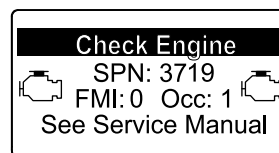

Рисунок 56
- Предупреждение о двигателе SPN 3719, FMI: 0 (Рисунок 56)